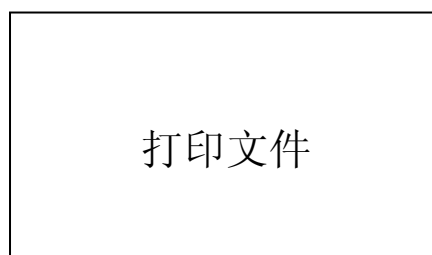

图 42
- j. 按 **←** 键确认打印当前文件，打印完成有蜂鸣声提示，显示返回菜单状态，打印信息显示如图 42：